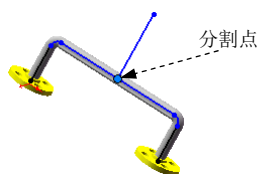

图 11.5.14 选择分割点
Step2. 选择连接点。选取图 11.5.14 所示线段的分割点为接合点，此时系统弹出“打开”对话框。